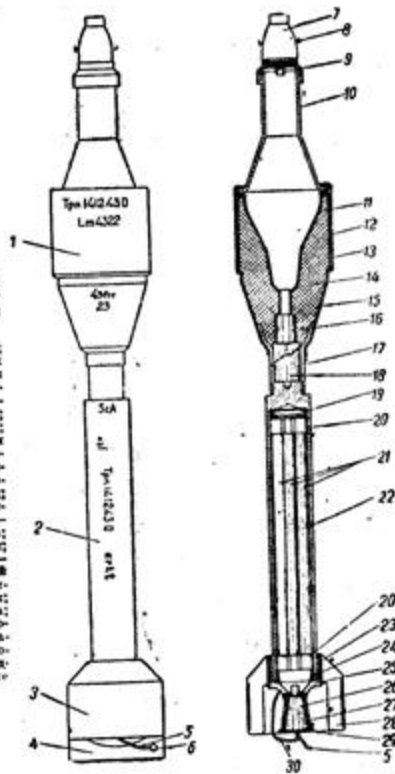

Рис. 2. 88-мм реактивная мина кумулятивного действия (общий вид и разрез);
Для стрельбы из ружья, происходящей без отдачи, применяется реактивная мина кумулятивного действия (рис. 2).
Ток поступает к электрозапалу 26 (рис. 2) и воспламеняет его. Возникший луч огня передаётся воспламенителю 19 и одновременно пороховому заряду 21. Под действием образовавшихся пороховых газов мина вылетает из трубы вперёд.
1. Вынуть чеку 8 (см. рис. 2) из взрывателя 7.